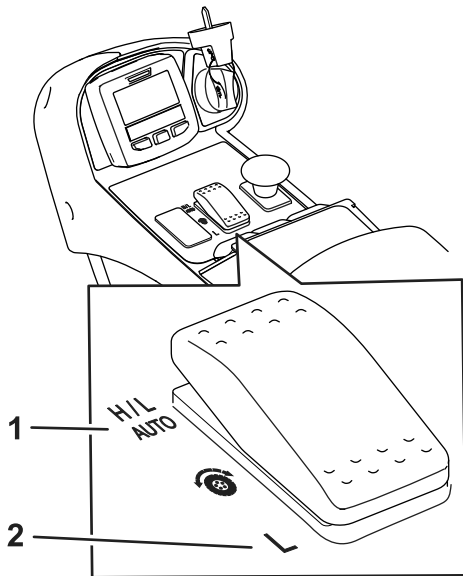
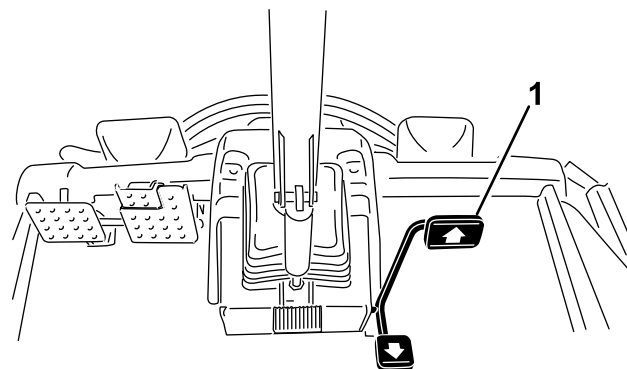

Figura 25
Figura 26
- In normali condizioni operative, questa macchina è intesa per il funzionamento in posizione H/L AUTO sull'interruttore del range di velocità (Figura 25). Questa posizione consente alla macchina di commutare automaticamente tra i range di velocità minima e massima, a seconda del fatto che la macchina sia utilizzata per la tosatura o il trasferimento.
- Quando si seleziona la posizione MINIMA nell'interruttore del range di velocità (Figura 25), la macchina funzionerà sempre all'intervallo di velocità minima. Tale impostazione è preferibile per il funzionamento in un'officina, per carico o scarico da un rimorchio, per la salita lungo pendenze ripide o per qualsiasi altra operazione in cui non si desiderano le velocità di trazione superiori del range di velocità massima.
Questa macchina è dotata di 2 intervalli della velocità di trazione: minima e massima. L'interruttore dell'intervallo di velocità consente di selezionare le seguenti posizioni (Figura 25):
Questa funzione consente di impostare la velocità massima della macchina quando spingete il pedale completamente avanti (Figura 26). Potete impostare una velocità separata per il range inferiore e superiore (Figura 25).